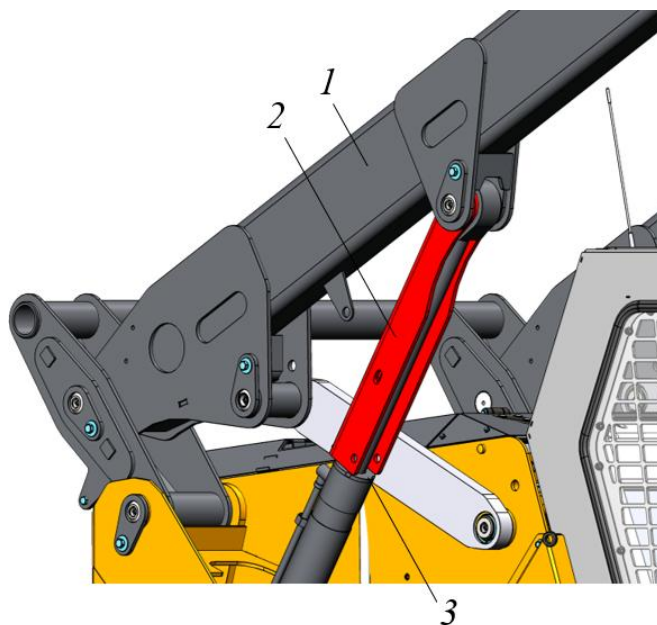

Рисунок 3.41. Установка блокиратора стрелы
- Поднять стрелу 1 до момента, когда блокиратор 2 займет положение поз. 3 (торцевая поверхность блокиратора 2 упрется в крышку гидроцилиндра 3), см. рис. 3.41.